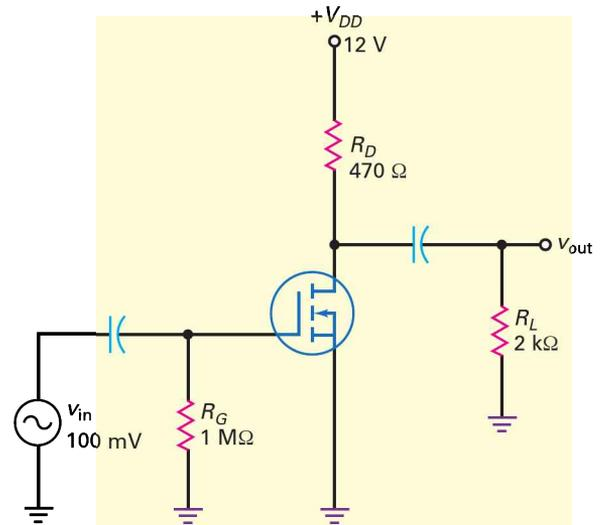

Figure 12.49
- 12.4 Sur le transistor D-MOSFET de la figure 12.49 $V_{GS(off)} = -3$ V et $I_{DSS} = 12$ mA. Quelles sont les valeurs du courant drain I_D et de V_{DS} du circuit ?
- 12.5 Sur la figure 12.49 quelles sont les valeurs de r_d , A_v et de V_{out} si $g_{m0} = 4\,000$ μ S ?
- 12.6 Sur la figure 12.49 calculer les valeurs de r_d , A_v et de V_{out} si $R_D = 680$ Ω et $R_L = 10$ k Ω .
- 12.7 Quelle est approximativement l'impédance d'entrée du circuit de la figure 12.49 ?